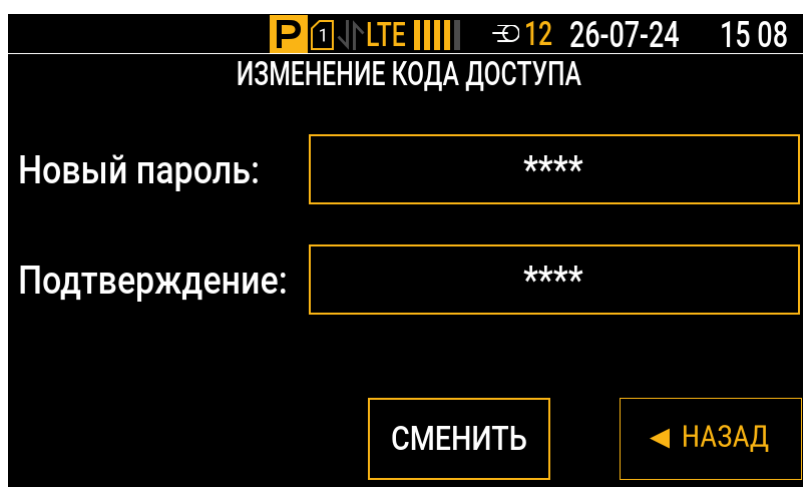

Рис.12. Меню для изменения кода доступа
1. Перейдите в Меню | Настройки | Изменить код доступа \(Рис.12\).